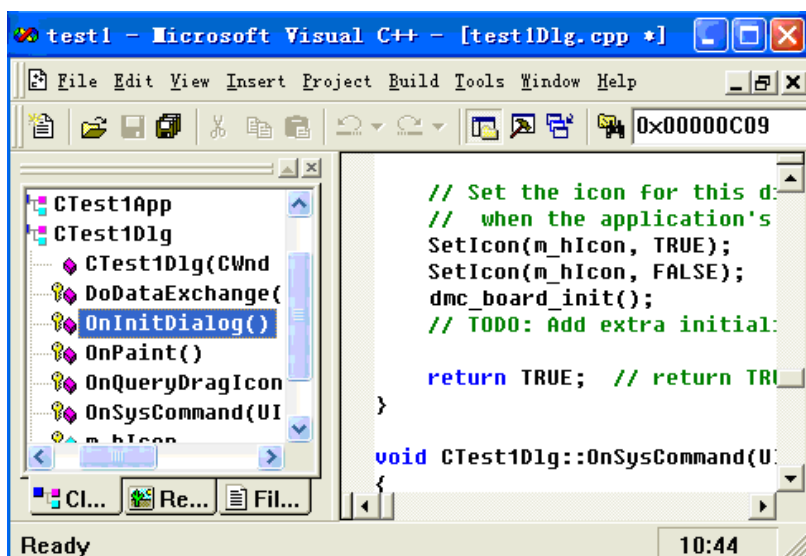

图 6.9 程序增加初始化函数
11) 在 CTest1Dlg::OnInitDialog() 函数中添加代码：dmc_board_init(); 如图 6.9。